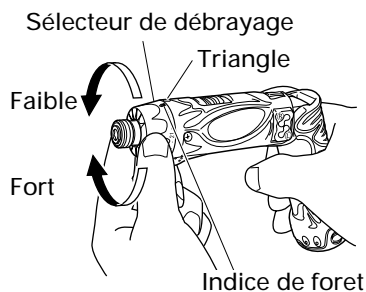

Fig. 8
## 6. Vérification de la position du sélecteur de débrayage (Voir Fig. 8).
### (2) Indication du couple de serrage (Voir la Fig. 8)
### (3) Réglage du couple de serrage (Voir Fig. 8)